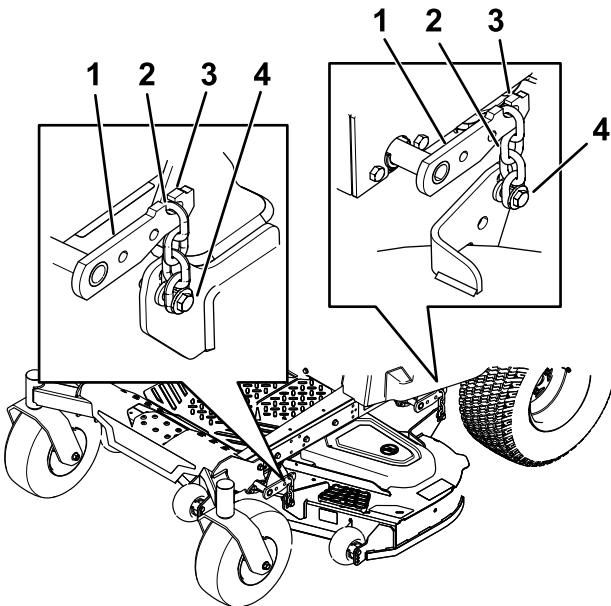

Figura 75
- Afloje los pernos de ajuste en las cuatro esquinas, hasta que la carcasa quede bien asentada sobre los cuatro bloques (Figura 75).
- Asegúrese de que las cuatro cadenas están tensadas (Figura 75).
- Apriete los cuatro pernos de ajuste (Figura 75).